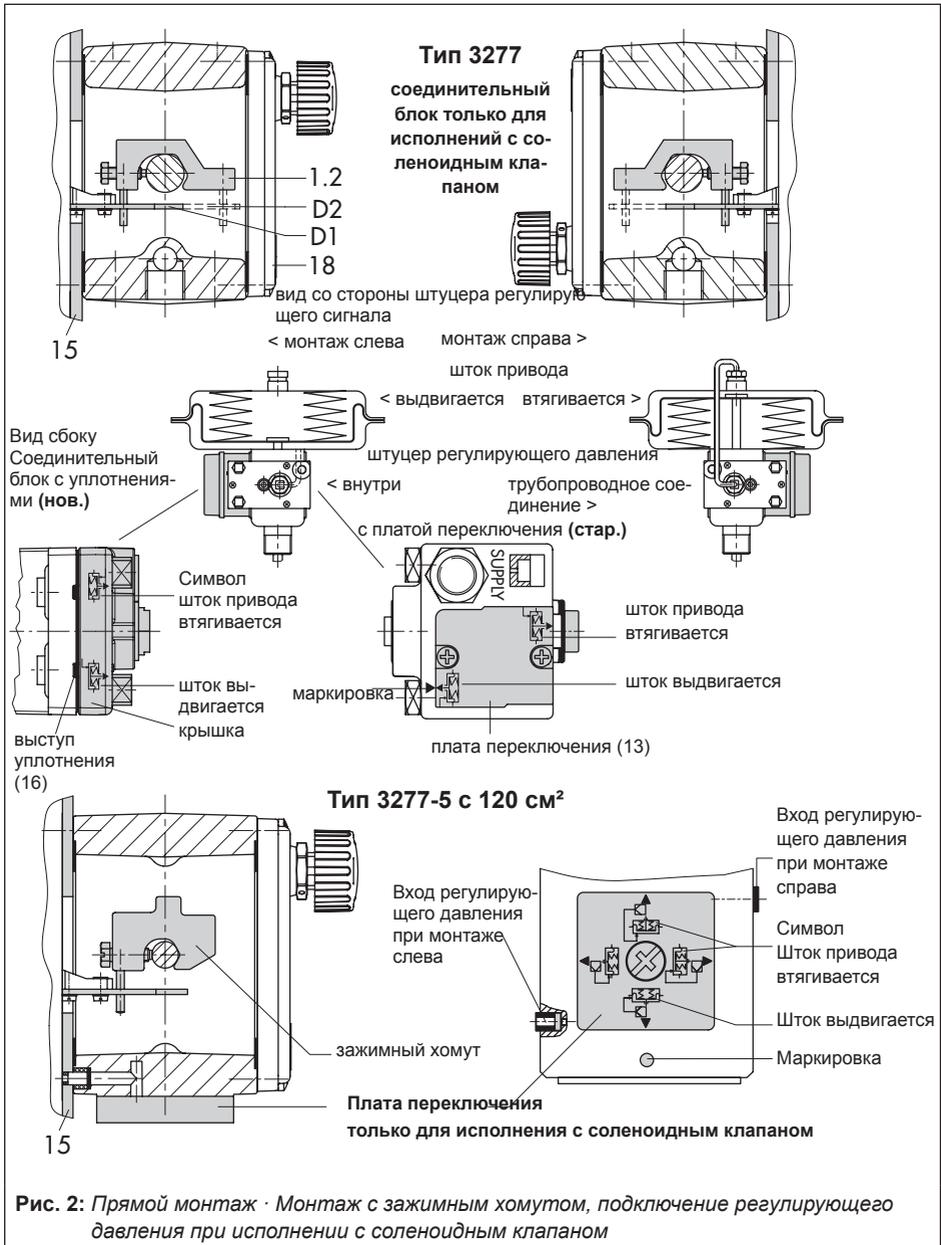

Рис. 2: Прямой монтаж · Монтаж с зажимным хомутом, подключение регулирующего давления при исполнении с соленоидным клапаном
1. Проверьте, установлен ли выступ уплотнения (16) сбоку на соединительном блоке (рис. 2, середина) таким образом, что символ привода "шток привода выдвигается" или "шток привода втягивается" соответствует исполнению привода.
Таблица 1: Монтажные комплекты для прямого монтажа (см. рис. 2, стр. 11)